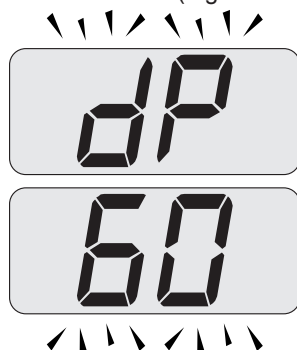

Figura 9.24
- Premendo ulteriormente il tasto 16 è possibile variare nuovamente la potenza in modalità spazzacamino: con visualizzazione sul display LCD delle lettere **dP** che si alternano con il valore di temperatura dell'acqua di riscaldamento (es. **60**), siamo "funzione spazzacamino" alla potenza massima in sanitario" (Figura 9.24);